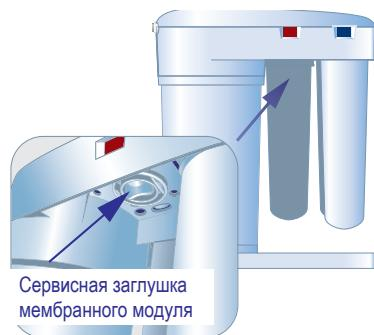

Рис. 8
- Установите вместо сменного мембранных модуля сервисную заглушку рис. 8.